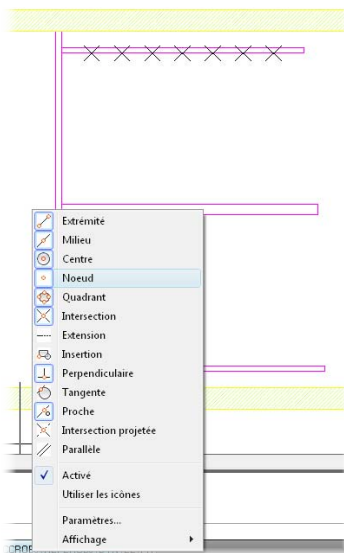
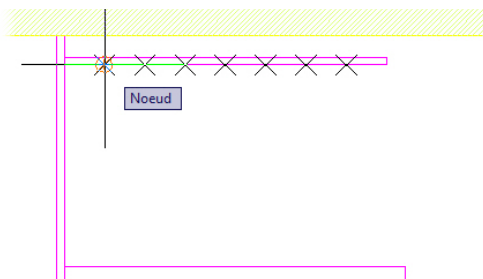

Figure 3.66
Figure 3.67
7. Utilisez, pour vous accrocher aux points, le mode d'accrochage Nodal. Pour cela, il suffit de cliquer du bouton droit sur le mode Accroobj (voir Figure 3.66) et de sélectionner Nœud. Lorsque vous dessinez une ligne et passez le curseur près d'un point, les nœuds deviennent actifs (voir Figure 3.67).